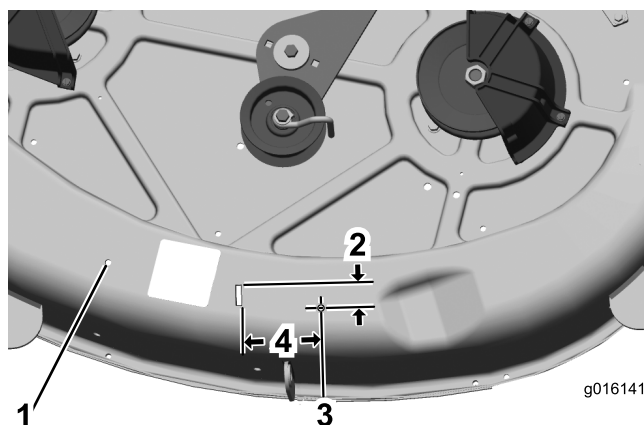

Figure 3
3. Percez un autre trou dans le plateau de coupe pour le protège-courroie de plateau gauche, comme illustré à la Figure 3.